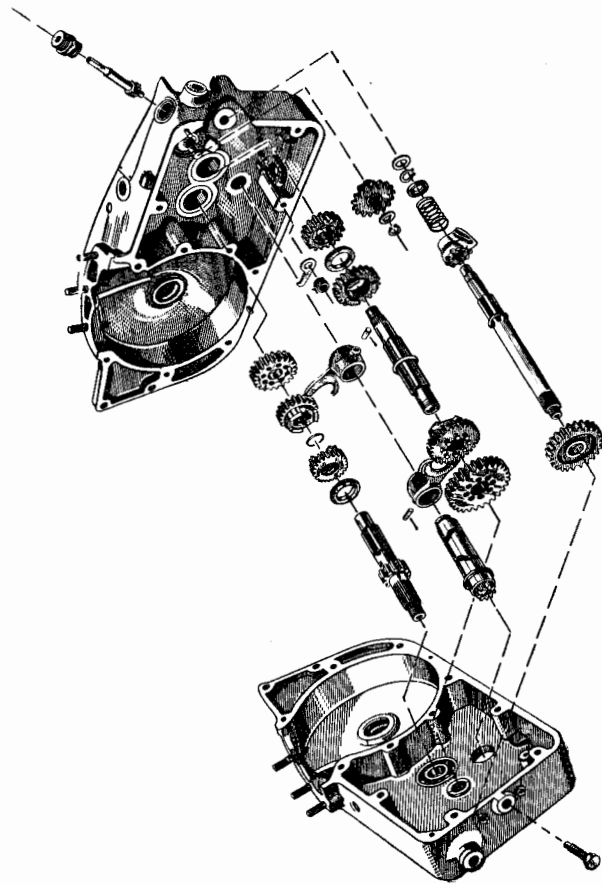

Fig. 14. — Boîte des vitesses
b) **BOITE DE VITESSES** (Fig. 14). — Située à l'arrière du bloc-moteur, la boîte de vitesses a quatre combinaisons et un point mort. Elle comprend deux arbres principaux : l'arbre primaire qui reçoit le mouvement par l'intermédiaire de l'embrayage, et l'arbre secondaire qui transmet le mouvement à la roue arrière par la chaîne et le pignon-chaîne fixé en bout d'arbre. Les quatre pignons situés sur l'arbre primaire ont toujours leur denture en prise avec la denture des pignons correspondants de l'arbre secondaire. Un des pignons du couple réalisant chaque vitesse est toujours solidaire de son arbre au moyen de cannelures. Un système de crabots coulissant longitudinalement permet de bloquer sur son arbre le pignon correspondant à la vitesse désirée. Ce mouvement de coulisse est obtenu par des fourchettes se déplaçant sur un arbre rainuré commandé par le sélecteur. Le niveau d'huile doit être